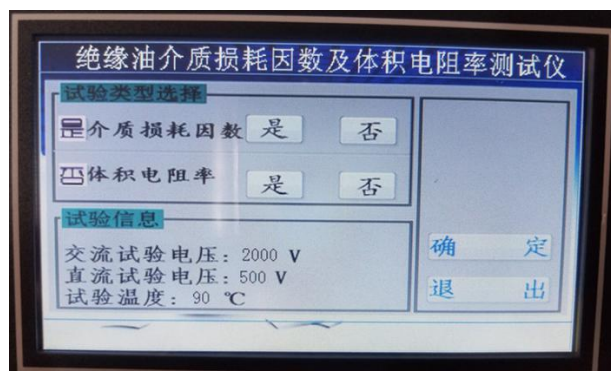
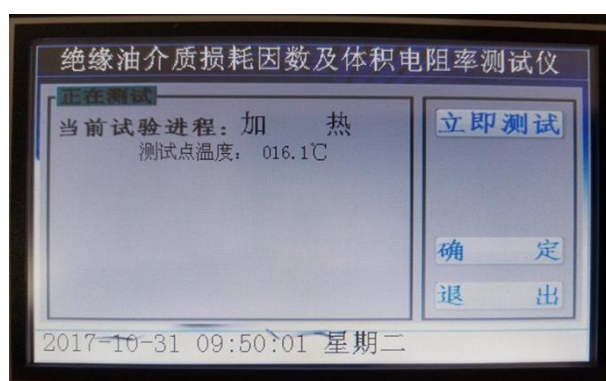

图 7
图 8
5、在图 3 界面下，点击空杯测试进入图 7，空杯测试主要是对油杯注油前的干净程度和装配进行验证，可以选择介质损耗因数和相对电容率及体积电阻率，点击测试项目后面的是或否即可选择测试还是不测试。空杯介损值越小越好，在图 7 中选择完测试项目后点击确定后即可进入图 8，图 8 中设备可以在设定的 90°C 进行测量，也可以点击立即测试，在当时温度下测量。
6、空杯检测完毕没有问题后，将油杯的内电极取出置于油杯架上，取 40ml 待测油样置于油杯中（注意：注入油样时一定注意不能出现气泡，应沿着杯壁缓缓注入），油样注入后，再将油杯的内电极慢慢的放到位。（动作要慢一些，防止动作太快，排气不及时，使油样溢出），接好测量信号线和温度信号线，点击图 3 中的自动测试，进入图 7 界面和图 8 界面，一般测油是都按照规程 90℃测量，同样也可以选择立即测试，在当前温度下测量。